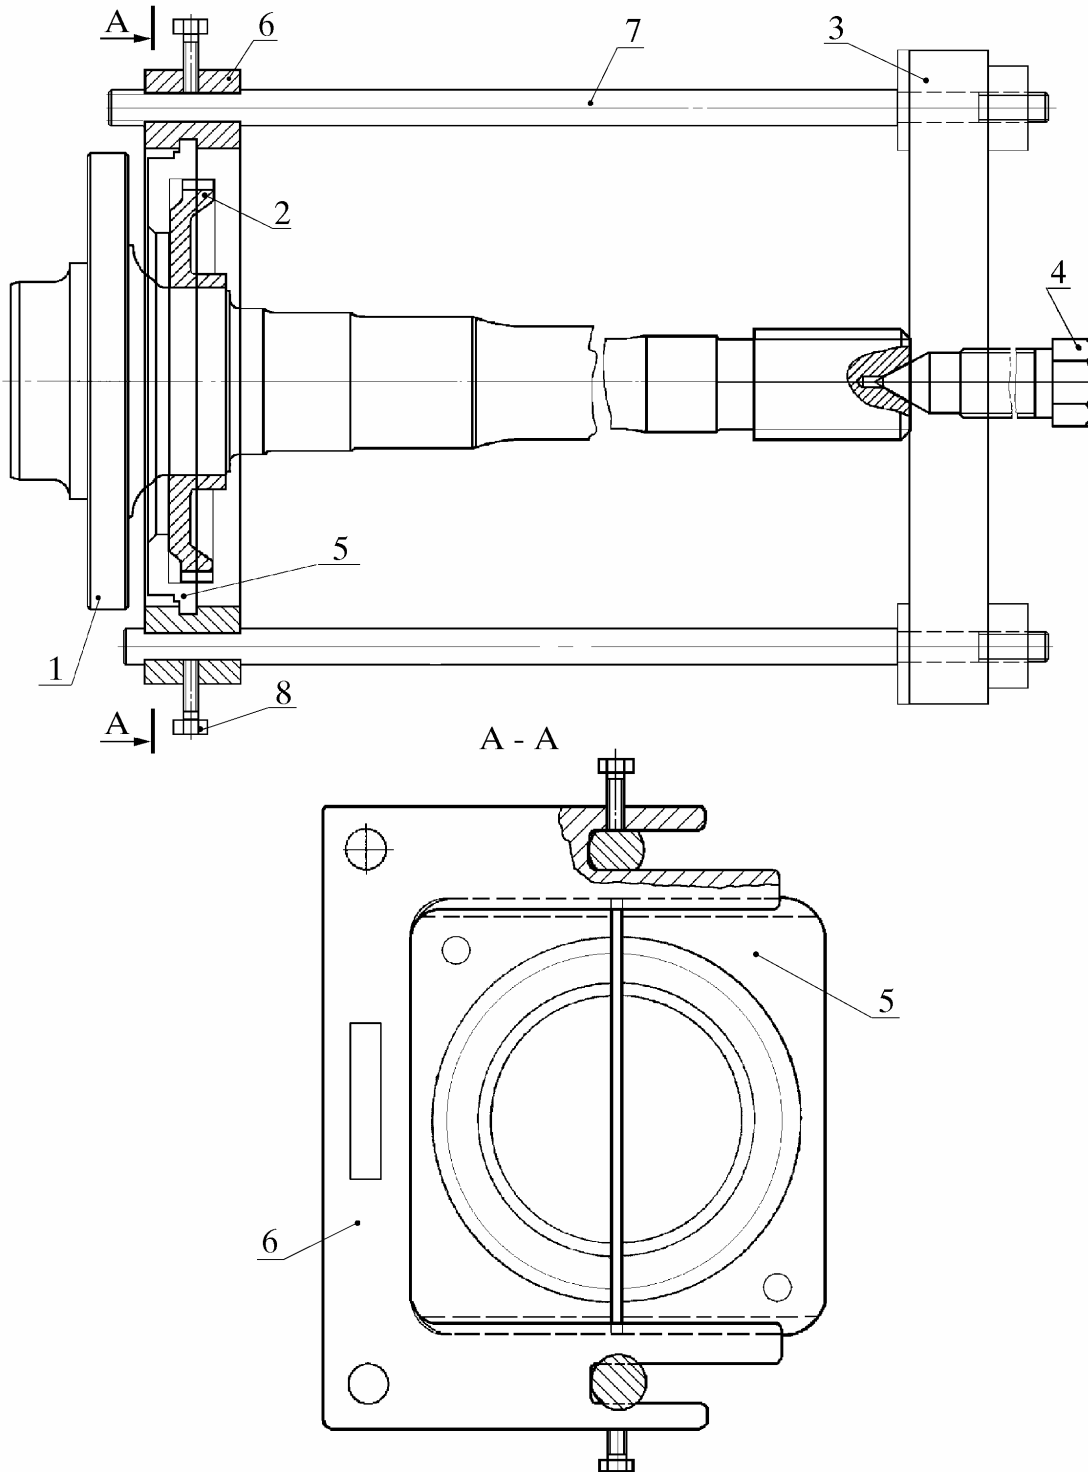

Рис. 6. Снятие ротора датчика АБС с полуоси:
4.5.4. Установить вкладыш 5 (рис. 6) в каретку 6, каретку надеть на выточки шпильки 7 и закрепить ее на шпильках двумя болтами 8.
Установить полуось 1 в сборе на вкладыш 5 приспособления 3, установить в паз каретки 6 другой вкладыш, как показано на рис. 6. Вращая болт 4, **спрессовать ротор 2 датчика АБС с полуоси** (оснастка по п. 4.5.3).